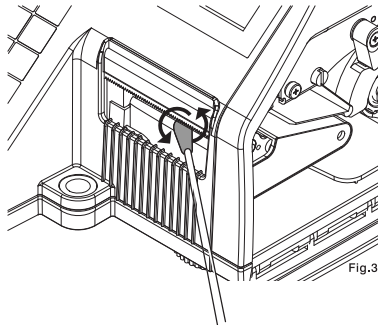

Fig.3
3) 알코올을 적신 면봉 또는 헝겍으로 프린터 헤드부분을 fig 3.와 같이 끌고루 닦아준다.
4) fig.3 처럼 TPH 레버를 시계 방향으로 돌린 후 커버를 닫는다.